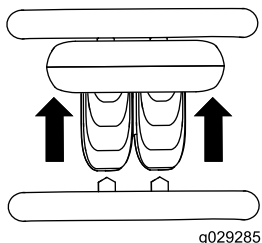

Рисунок 7
- Чтобы начать движение вперед, переместите рычаг управления тягой вперед (Рисунок 7).